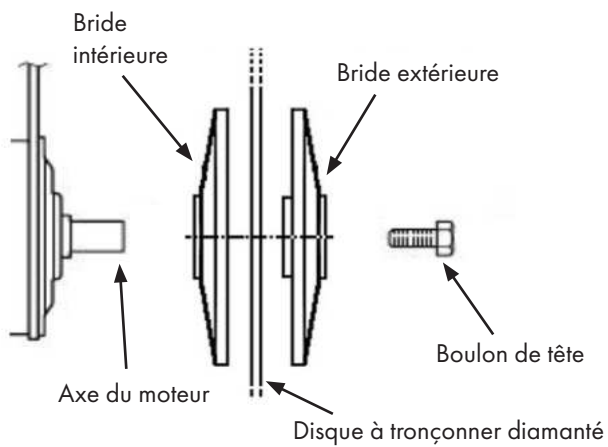

Figure 4
- Réglez la vitesse de rotation à vide à l'aide de la vis illustrée à la figure 4.